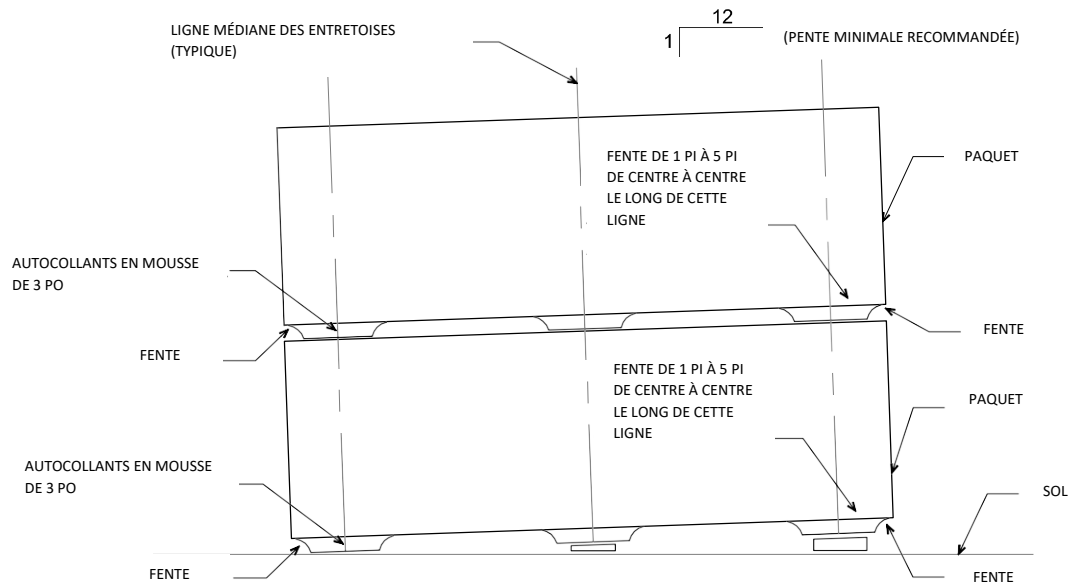

FIGURE 3
5.3 SI LES PAQUETS NE PEUVENT PAS ÊTRE ENTREPOSÉS DANS UN ENDROIT COUVERT, IL EST NÉCESSAIRE DE COUPER L'EMBALLAGE EN PLASTIQUE EXTÉRIEUR ET DE DISPOSER LES PAQUETS DE FAÇON À CE QU'ILS SOIENT INCLINÉS À UNE PENTE (MINIMALE) DE 1:12 POUR QUE L'EAU NE S'ACCUMULE PAS ET POUR ÉVITER UNE ACCUMULATION D'HUMIDITÉ ENTRE LES PANNEAUX. LA FENTE CONTINUE DOIT ÊTRE FAITE SUR LA LARGEUR DU PAQUET; COUPEZ DES FENTES DE 1 PI À 5 PI DE CENTRE À CENTRE SUR LA LONGUEUR DU PAQUET (VOIR LA FIGURE 3 CI-DESSOUS). N'ENTREPOSEZ PAS LES PANNEAUX PENDANT PLUS DE 30 JOURS. L'ACCUMULATION D'HUMIDITÉ ENTRE LES PANNEAUX PEUT PROVOQUER LA CORROSION ET L'OXYDATION DES SURFACES PEINTES.
5.4 PAS PLUS DE DEUX PAQUETS NE DOIVENT ÊTRE EMPILÉS L'UN SUR L'AUTRE. LES AUTOCOLLANTS EN MOUSSE SUR LE PAQUET SUPÉRIEUR DOIVENT ÊTRE ALIGNÉS AVEC LES AUTOCOLLANTS EN MOUSSE SUR LE PAQUET INFÉRIEUR (CONSULTEZ LA FIGURE 3 CI-DESSOUS).